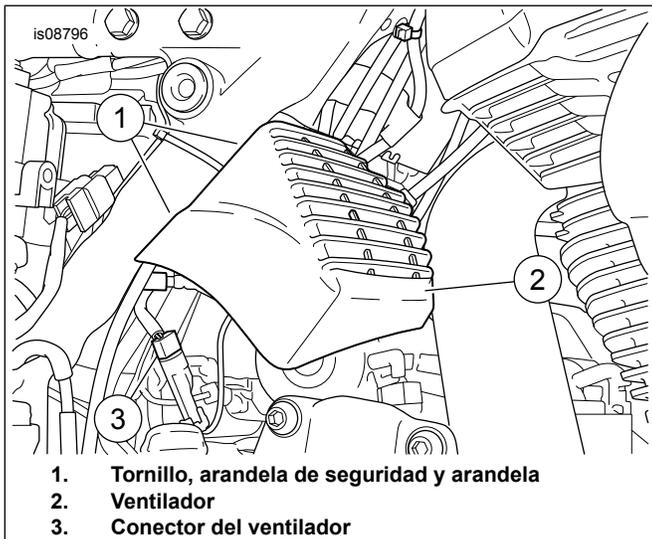

Figura 2. Posicione el ventilador
2. Vea la Figura 2.. Posicione el conjunto del ventilador. Desde el área de la bandeja de la batería, instale los tornillos (1), la arandela de seguridad (2) y las arandelas planas (3). Ajuste a: